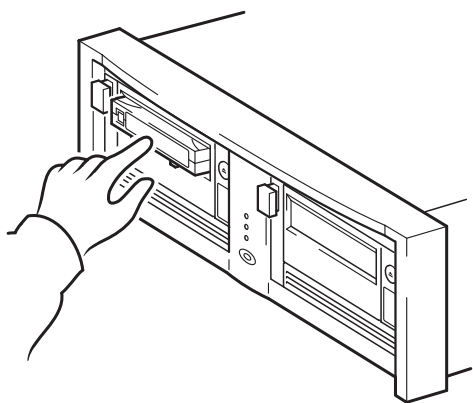

Figura 10a: uso de HP OBDR, paso 1
- 1 Inserte el cartucho de arranque más reciente en la unidad de cinta que ha asignado a HP OBDR (véase la Figura 10a). El cartucho deberá ser escrito por una aplicación de copia de respaldo que escriba datos en cinta en formato de CD-ROM.